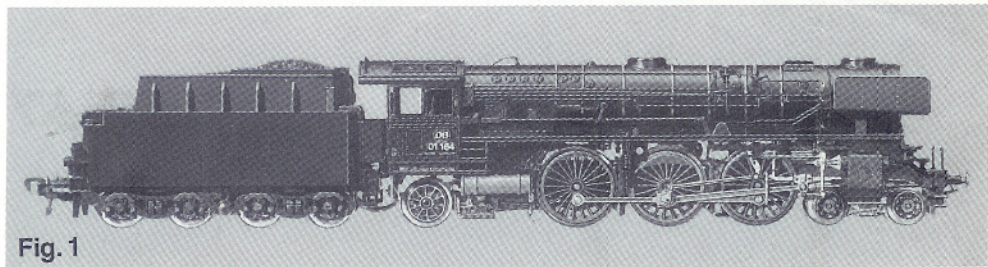

Fig. 1
Vorbild: Schnellzuglokomotive BR 01¹⁻². Die ersten zehn Lok der neuen Einheitsbaureihe 01 wurden 1925 von den Firmen Borsig und AEG an die Deutsche Reichsbahn Gesellschaft (DRG) geliefert. Bis zum Jahr 1937 beteiligten sich Henschel und andere deutsche Lokomotiv-Fabriken am Bau der insgesamt 231 Maschinen. Als Bauart 2'C1'h2, Gattung S 36.20 hatte die Lok eine Reibungslast von 60 Mp. Bei einer Leistung von 2330 PSi konnte sie die Höchstgeschwindigkeit von vorwärts 130 km/h und rückwärts 50 km/h fahren. Bei der deutschen Bundesbahn (DB) wurden ab 1957 in insgesamt 50 Lok neue Hochleistungskessel eingebaut und andere Änderungen durchgeführt. Im schweren Fern- und D-Zugverkehr eingesetzt, wurden die letzten Lok 1974 ausgemustert. Eine Maschine wurde als Denkmal aufgestellt, einige andere sind nach Restaurierung heute noch als Museumslok fahrbereit (Fig. 1).
Prototype: Express Locomotive Class 01¹⁻². The first ten locos of this new standard class 01 were delivered to the Deutsche Reichsbahn Company (DRG) in 1925 from the firms of Borsig and AEG. Up until 1937, the construction of a total of 231 locos was shared between Henschel and other German manufacturers. With a 4-6-2 wheel configuration, the locos developed 2330 PSi, and had a top forward speed of 130 km/h, and 50 km/h in reverse. In 1957, the Deutsche Bundesbahn (DB) fitted some 50 locos with new high pressure boilers, and made other improvements. Used to haul heavy long-distance expresses, the last of these locos was taken out of service in 1974. One was saved for preservation, and following restoration, several others are in running order as museum pieces (fig. 1).
Modèle: Locomotive pour trains rapides BR 01¹⁻². Les dix premières locomotives du type 01 furent livrées par les firmes Borsig et AEG à la Deutsche Reichsbahn Gesellschaft (DRG) en 1925. Elle fut produite jusqu'en 1937, la construction des 231 machines étant répartie entre Henschel et d'autres constructeurs allemands de locomotives. Du type 2'C1'h2, série S 36.20, cette locomotive présentait une charge d'adhérence de 60 Mp. D'une puissance de 2330 CV, elle atteignait 130 km/h en marche avant pour 50 km/h en marche arrière. A partir de 1957, la Deutschen Bundesbahn en transforma 50 unités les équipant d'une chaudière à plus forte pression en même temps que d'autres améliorations. Affectée au trafic lourds grandes distances et aux trains D, la dernière locomotive fut retirée du service en 1974. Une de ces machines devint un monument tandis que quelques autres, restaurées, sont toujours prêtes à être utilisées comme locomotives de Musées (fig. 1).
Voorbeeld: Snelreïnelocomotief BR 01¹⁻². De eerste tien locomotieven van een nieuw ontwerp standaardlocomotief van de Baureihe 01 werden in 1925 geleverd door de firma's Borsig en AEG. De Deutsche Reichsbahn Gesellschaft (DRG) kreeg tot en met 1937 van Henschel en andere fabrikanten in totaal 231 van dit type locs. De locs kregen de betiteling 2'C1'h2, type S 36.20 en ze hadden een adhesiegewicht van 60 Mp. Met een vermogen van 2330 PSi konden ze vooruit een snelheid van 130 km/h volhouden, met tender vóór was de snelheid beperkt tot 50 km/h. De Deutsche Bundesbahn (DB) bouwde in 50 van deze locs vanaf 1957 een nieuwe ketel met groter vermogen in; bovendien werden enkele andere wijzigingen aangebracht. De locs reden altijd zware reizigerstreinen over lange afstanden, ze gingen in 1974 definitief buiten dienst. Eén van de locs staat als een "monument" opgesteld, andere zijn na restauratie in gebruik genomen door museumspoorlijnen (fig. 1).
Förebild: Snälltågslokomotiv litt. 01¹⁻². De första tien lokoken med enhetstypen 01 leverades 1925 av firmorna Borsig och AEG till Deutsche Reichsbahn Gesellschaft (DRG). Fram till år 1937 deltog Henschel och andra tyska lokomotivfabriker i tillverkningen av totalt 231 maskiner. Som byggtypen 2'C1'h2, utförande S 36.20 hade loket en tågförkraft av 60 mp. Vid en effekt av 2330 hk kunde det köra med en max.-hastighet av 130 km/h framåt och 50 km/h bakåt. Hos Deutschen Bundesbahn (DB) monterades från 1957 en ny högeffektspanna i totalt 50 lok och andra ändringar genomfördes. Loket gick i tung fjärr- och d-lågst trafik och de sista loket togs ur trafik 1974. En maskin ställdes upp som minne, några andra står körlara efter restaurering ännu idag som museumslok (fig. 1).
Modello: Locomotive con tender — BR 01¹⁻². Le prime 10 locomotive della nuova serie 01 furono consegnate alle DRG dalle ditte Borsig e AEG. Fino al 1937 la Henschel e altre fabbriche tedesche di locomotive presero parte alla costruzione di 231 locomotive. Con la serie di costruzione 2'C1'h2, categoria S 36.20, questa locomotive aveva una forza di trazione di 60 Mp. Con una potenza massima di 2330 PSi poteva raggiungere una velocità massima di 130 km/h avanti e 50 km/h indietro. Presso la DB dal 1957 furono costruite 50 locomotive con nuovo caldaia ad alto rendimento e furono apportate altre modifiche. Impiegate per l'esercizio pesante le ultime locomotive furono messe a riparo nel 1974. Una locomotiva fu presentata come monumento, altre sono ancora oggi in fase di restauro come "locomotive Museo" (fig. 1).